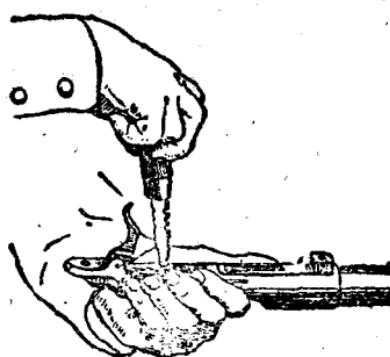

图8 拧出扳机簧的螺丝
(1) 使枪面向下，左手握住机槽附近，右手用解锥拧出扳机簧螺丝(图8)。